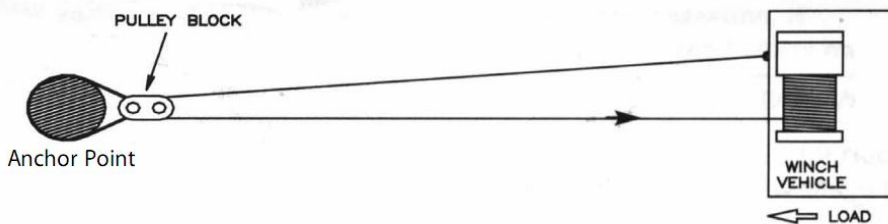

Figura 19
19. La figura 19 illustra un metodo di rigging utilizzato per ottenere un vantaggio meccanico. L'uso di un blocco di puleggia raddoppia quasi la capacità di trazione della linea. (Si noti che il blocco di puleggia non è incluso)